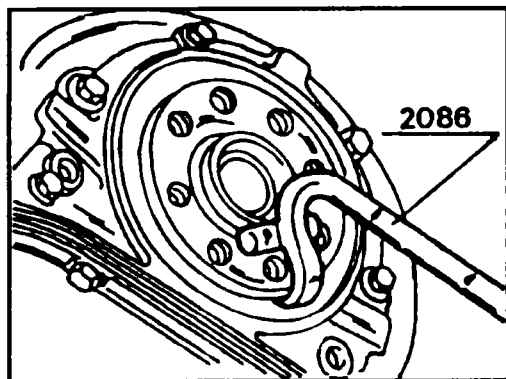

Рис.2.102 Приспособление для демонтажа заднего сальника
- ◆ Чтобы заменить задний сальник, снимите коробку передач, сцепление и маховик/диск привода. При демонтаже заднего сальника, удобно использовать инструмент, показанный на рис. 2.102, при отсутствии его пользуйтесь отверткой или, просверлив отверстия и ввернув в них винты саморезы, сальник демонтируют простыми клещами. Старайтесь не повредить при этом посадочное отверстие сальника в блоке цилиндров. Если двигатель снят, то проще снять соответствующую крышку, после чего заменить сальник не представляет трудности.